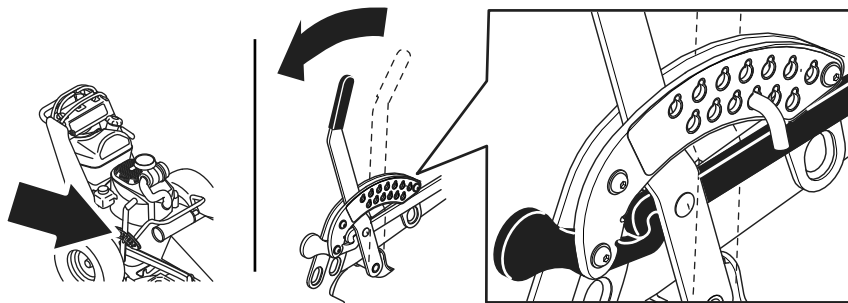

Рисунок 1
1. Переведите рычаг высоты скашивания в положение ТРАНСПОРТИРОВКА (Рисунок 1).